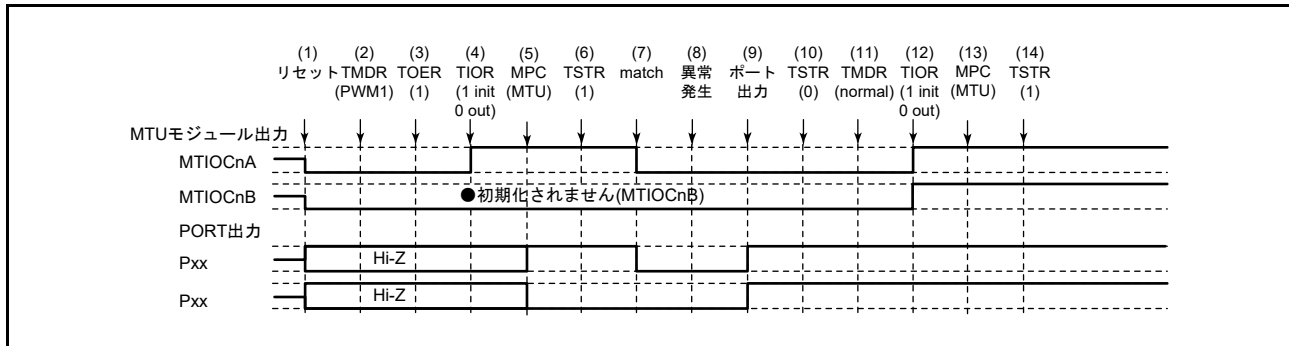

図 24.160 PWM モード 1 で異常が発生し、ノーマルモードで復帰する場合
PWM モード 1 で異常が発生し、再設定後ノーマルモードで再スタートする場合の説明図を図 24.160 に示します。
(1) ~ (10) は図 24.160 と共通です。
(11) PWM モード 1 で再スタートする場合には必要ありません。
(12) TIOR レジスタで端子を初期化してください (PWM モード 1 では MTIOCnB (MTIOCnD) 端子に波形が出力されません。出力すべきレベルがある場合は、I/O ポートのポート方向レジスタ (PDR)、ポート出力データレジスタ (PODR) で汎用出力ポートの設定をしてください)。
(13) MPC と I/O ポートのポートモードレジスタ (PMR) で MTU 出力としてください。
(14) TSTRA (TSTRB) レジスタで再スタートします。
(11) PWM モード 2 を設定します。
(12) TIOR レジスタで端子を初期化してください (PWM モード 2 では周期レジスタに使用した TGR レジスタに対応する端子に波形が出力されません。出力すべきレベルがある場合は、I/O ポートのポート方向レジスタ (PDR)、ポート出力データレジスタ (PODR) で汎用出力ポートの設定をしてください)。
(14) TSTRA レジスタで再スタートします。
(11) 位相計数モードを設定します。
(12) TIOR レジスタで端子を初期化してください。
(14) TSTR レジスタで再スタートします。
- (11) 波形生成部の初期化のためノーマルモードを設定してください。
- (12) TIOR レジスタで PWM モード 1 の波形生成部を初期化してください。
- (13) TIOR レジスタで PWM モード 1 の波形生成部の動作を禁止してください
- (14) TOERA (TOERB) レジスタで MTU3、MTU4 (MTU6, MTU7) の出力を禁止してください。
- (15) TOCR1A、TOCR2A (TOCR1B, TOCR2B) レジスタで相補 PWM の出力レベルと周期出力の許可 / 禁止を選択してください。
- (16) 相補 PWM を設定します。
- (17) TOERA (TOERB) レジスタで MTU3、MTU4 (MTU6, MTU7) の出力を許可してください。
- (18) MPC と I/O ポートのポートモードレジスタ (PMR) で MTU 出力としてください。
- (19) TSTR (TSTRB) レジスタで再スタートします。